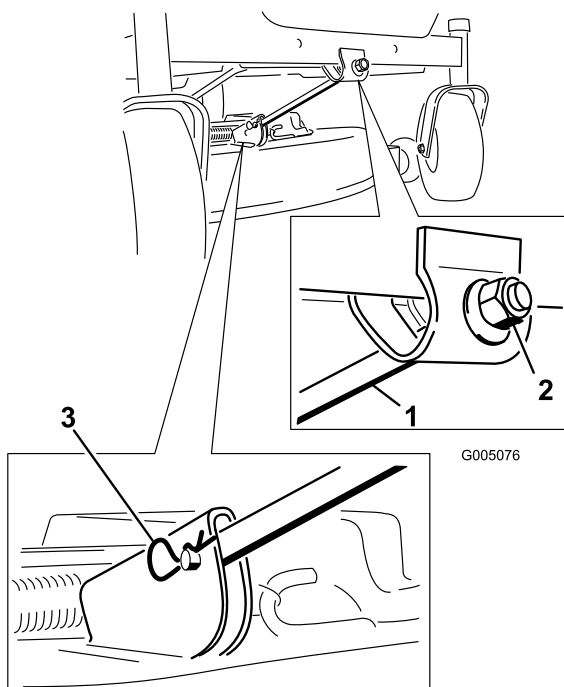

Figura 53
4. Retire el pasador y la chaveta de la varilla de soporte delantera (Figura 53). Baje cuidadosamente la parte delantera de la plataforma del cortacésped al suelo.
6. Conecte la varilla de soporte delantera a la plataforma del cortacésped con el pasador y la chaveta (Figura 53).